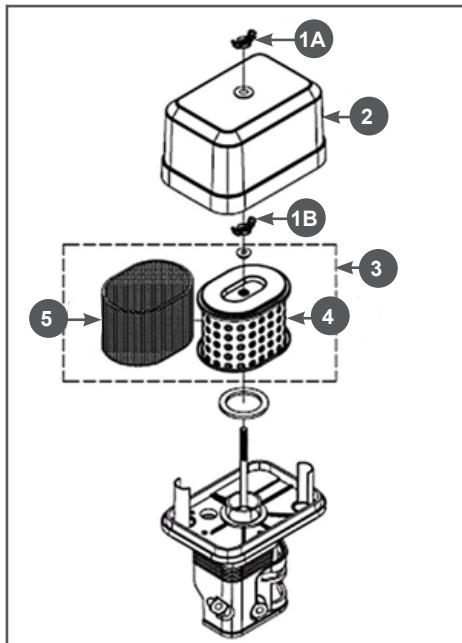

Рис. 25 Обслуживание воздушного фильтра
1. Открутите барашковую гайку 1A и снимите крышку 2 воздушного фильтра (Рис. 25).
2. Открутите барашковую гайку 1B и извлеките из корпуса воздушный фильтр 3 в сборе (Рис. 25).
3. Проверьте целостность и чистоту фильтрующих элементов. Поролоновый (предварительный) фильтрующий элемент 5 установлен на корпусе бумажного фильтрующего элемента 4 (Рис. 25).
4. При незначительном загрязнении промойте поролоновый фильтрующий элемент 5 (Рис.25) теплым мыльным раствором и просушите. Поврежденный или сильно загрязненный поролоновый фильтрующий элемент замените.